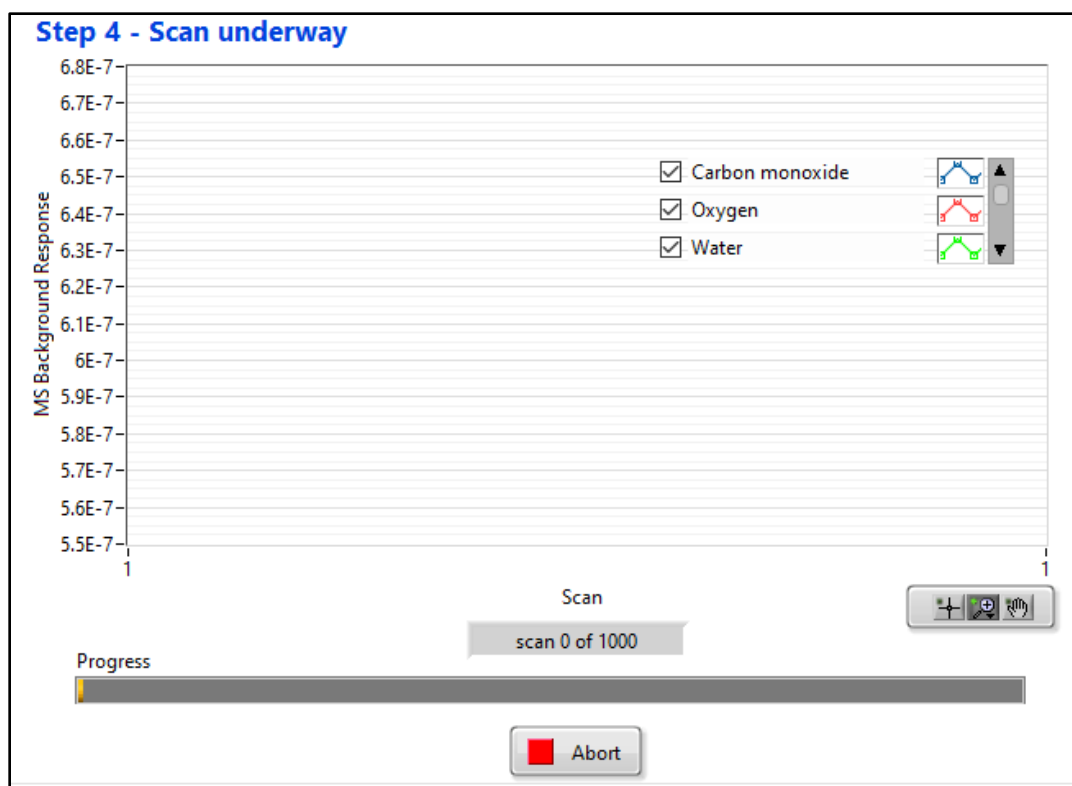

Fig. 18 Pantalla de medición del background.
3. Para empezar la medición se debe dar clic en el botón **Start Scan**. Inmediatamente se mostrará la ventana de medición en curso (Fig. 18). La otra opción es dar clic en el botón **Previous** y en ese caso se volverá a la pantalla donde se puede cambiar la selección de gas.